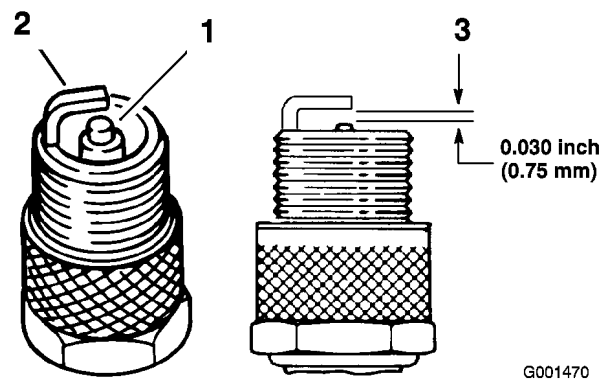

Figure 34
- Examinez le centre des bougies (Figure 34). Si le bec de l'isolateur est recouvert d'un léger dépôt gris ou brun, le moteur fonctionne correctement. S'il est couvert d'un dépôt noir, c'est généralement signe que le filtre à air est encrassé.
- Contrôlez l'écartement entre l'électrode centrale et l'électrode latérale (Figure 34). Courbez l'électrode latérale (Figure 34) si l'écartement est incorrect.
- Connectez les bougies (Figure 34).